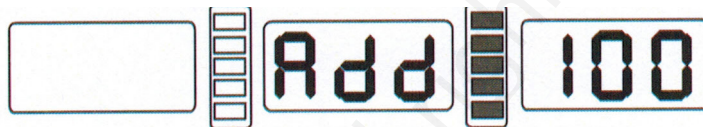

Fig. 9-2
3. Quand l'axe s'est arrêté (voir figure 9-2) ouvrez le capot de protection. Attachez un poids de 100 g n'importe où à l'extérieur de la jante. Abaissez le capot. Pressez la touche START pour passer à l'étape suivante. Pressez la touche STOP ou la touche C pour sortir.